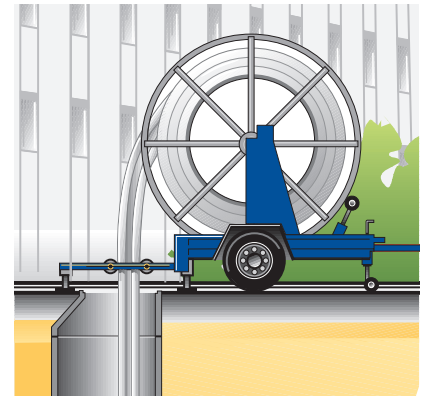

Figure 1 : Tube déroulé du tambour
3. Insertion du tube (figures 1 et 2).